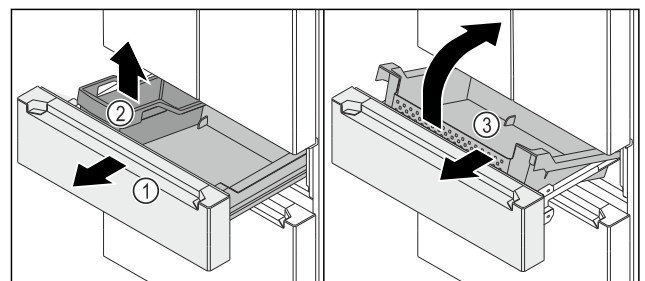

Fig. 148
- Auszugswagen Fig. 148 (1) bis zum Anschlag herausziehen.
- FlexBox Fig. 148 (2) entnehmen.
- ▶ Behälter Fig. 148 (3) vorne hochheben.
- ▶ Behälter Fig. 148 (3) schräg nach vorne entnehmen.